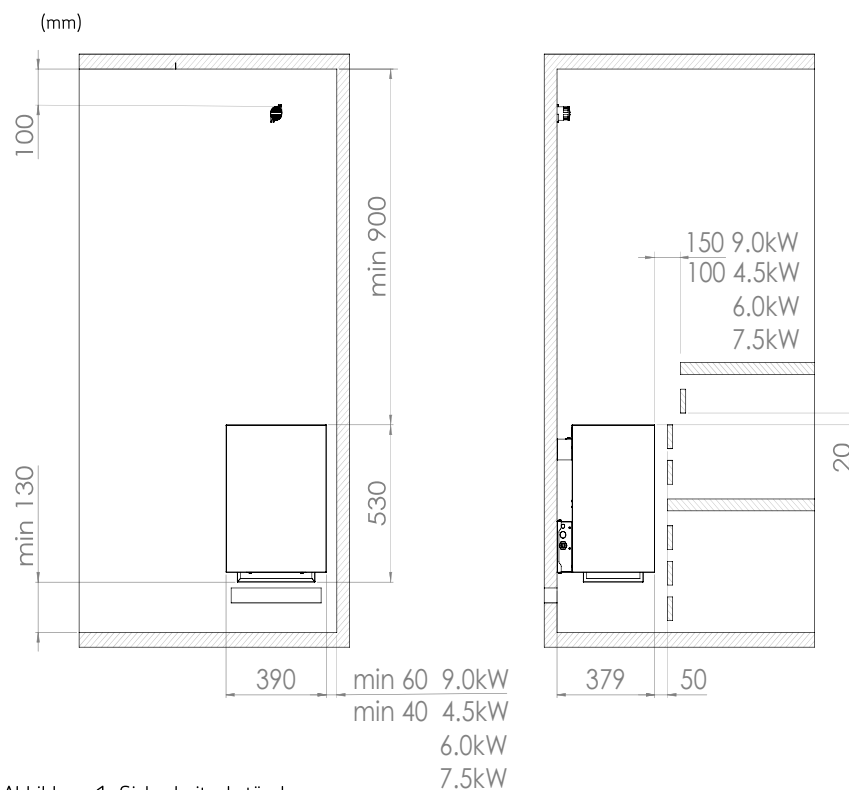

Abbildung 1. Sicherheitsabstände
- Die Mindestschutzabstände zu brennbarem Material sind in Abbildung (Abb. 1. Sicherheitsabstände) dargestellt.
- Ist um den Saunaofen ein Schutzgelenker angebracht, müssen die in Abbildung (Abb. 1. Sicherheitsabstände) oder der Betriebsanleitung des Saunaofens angegebenen Sicherheitsabstände eingehalten werden.